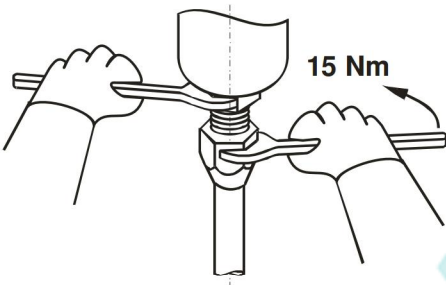

Fig. 5
- Не прикладывайте значительного скручивающего усилия к корпусу прибора при установке (Рис. 5).